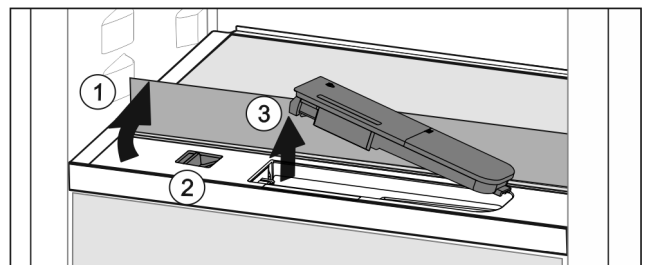

Fig. 46
- ▶ Levante la plancha de cristal y pliéguela hacia atrás hasta que haga tope Fig. 46 (1).
- ▶ Desplace el control deslizante Fig. 46 (2) hacia la izquierda.
- ▶ Retire el depósito de agua *Fig. 46 (3)*.